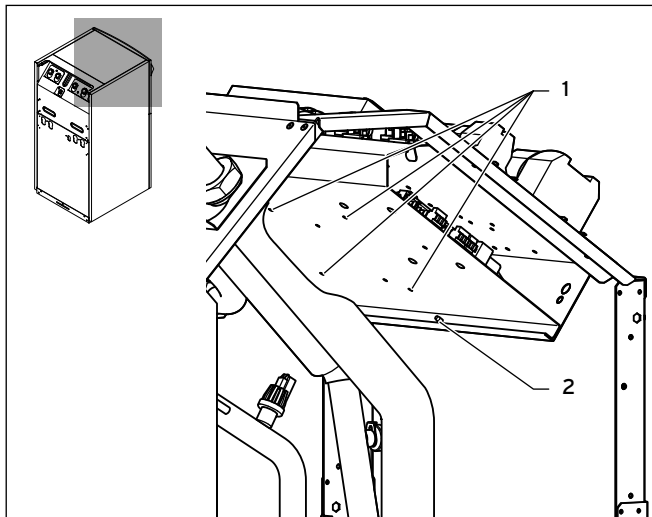

Fig. 4.4 Montering af monteringsskiner til geoTHERM VWS/VWW/VWL-S ..1 og VWS ..4
- Forbind stikket på kompressorens faseovervågningskabel (9) med det dobbelte stik til faseovervågningskablet ASB (8).
- Monter ledningsholderen (10) på et egnet sted i den nederste del af kontrolboksen for at sikre faseovervågningskablerne.
- Klap den nederste del af kontrolboksen op, og skru skruen (→ fig. 4.4, pos. 2) fast igen.
- Slut den hvide indgangsledning (7) til de tre tilslutningsklemmer til højre (11).
- Slut den sorte udgangsledning (6) til de tre tilslutningsklemmer til venstre (12).
- Sæt det tredobbelte stik på faseovervågningskablet ASB (2) i kontakten til overvågning af kompressorens fasefølge.